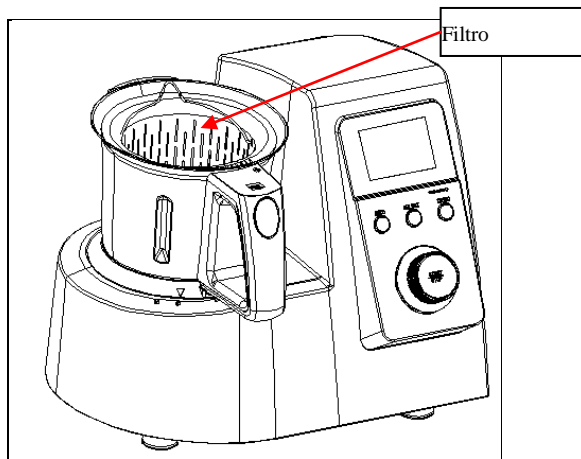

Figura 21
Passo 1: Mettere almeno 500g di acqua nel contenitore SS. Se c'è bisogno di usare il filtro, si prega di inserirlo prima (Figura 21), e poi mettere il cibo (come riso, patate, ecc.) nel filtro; poi mettere il coperchio e garantire che il fondo sia fissato bene e avvitato correttamente.